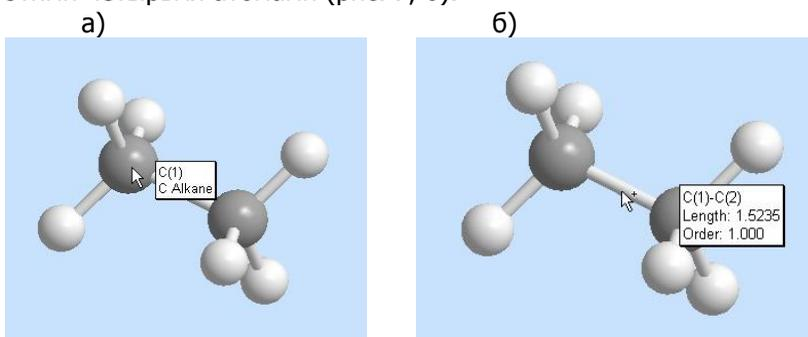

Рис. 6. Информация об атоме (а) и связи (б)
Отообразиться порядковый номер атома и его название (рис. 6, а).
3. Переместите указатель мыши к связи между углеродами (C-C), отобразится длина и порядок этой связи (рис. 6, б).